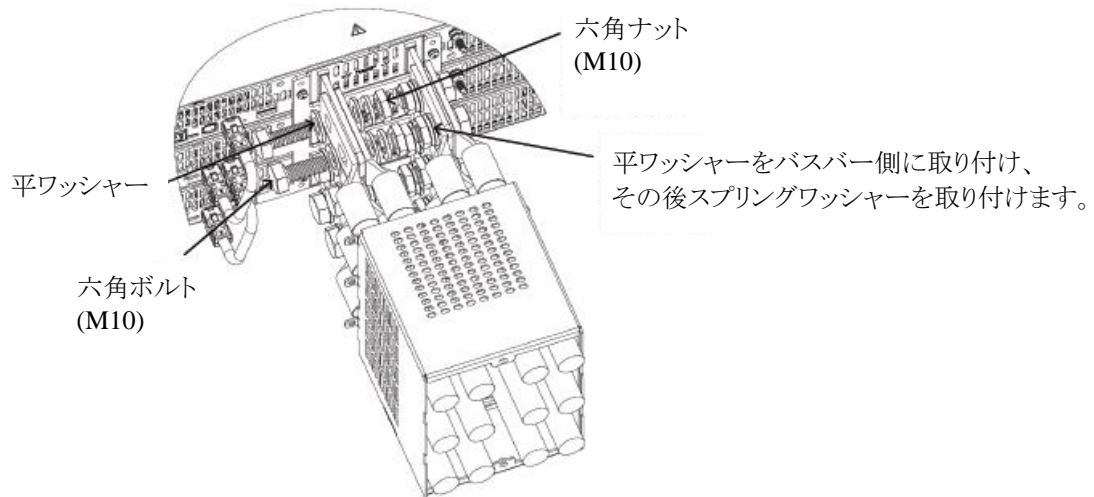

図4-41 負荷線の接続方法 (GSP10kW,GSP15kWの出力電圧10Vの各モデル)
3. 図4-41に示すように負荷線を出力端子カバーに通し、バスバーに固定します。
(図4-41はGSP15kWの場合ですが、GSP10kWも同様です。)